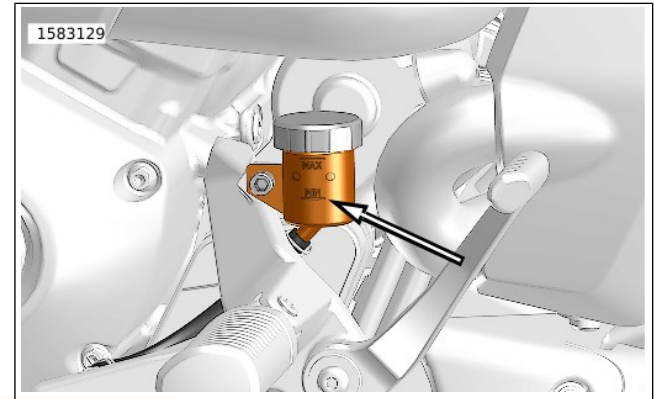
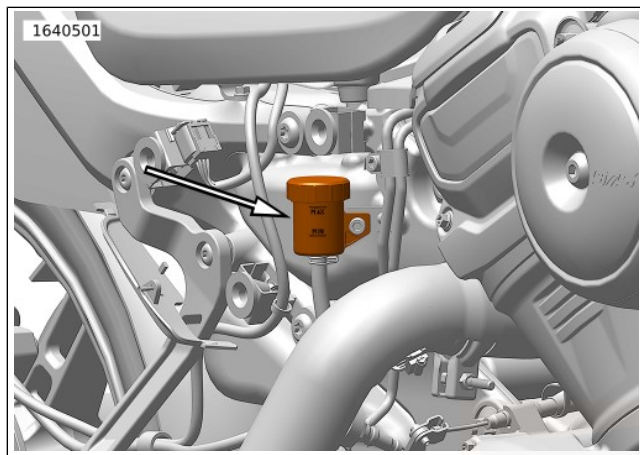

Abbildung 63. MIN-Markierung am Hinterradhauptbremszylinderbehälter (1250 Modelle typisch)
Abbildung 64. MIN-Markierung am Hinterradhauptbremszylinderbehälter (typisch für 975 Modelle)
4. **Hinten:** Siehe Abbildung 63 oder Abbildung 64 . Den Füllstand im Hinterradbremssflüssigkeitsbehälter prüfen. Füllstand muss über der Mindestmarkierung am Schauglas liegen.